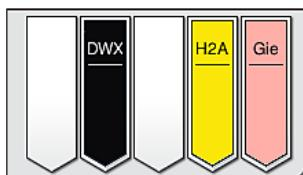

図 87
- ラックは、染色処理終了後に取り出し用待機槽（→「図 19-4」）の空いた場所に移されます（→「図 87」）。処理の終了は、情報メッセージと信号音でユーザーに通知されます。